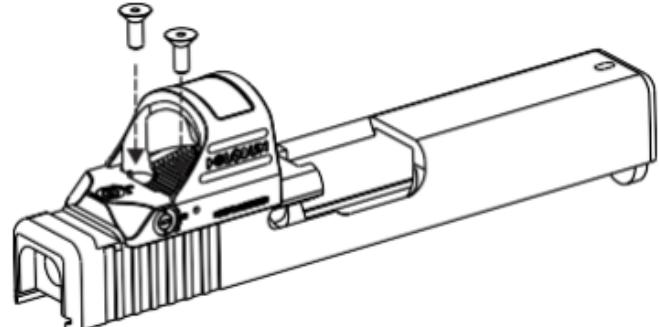

Рис. 4-2
1. Извлеките 2 указанных на Рис. 4-2 болта и отсоедините